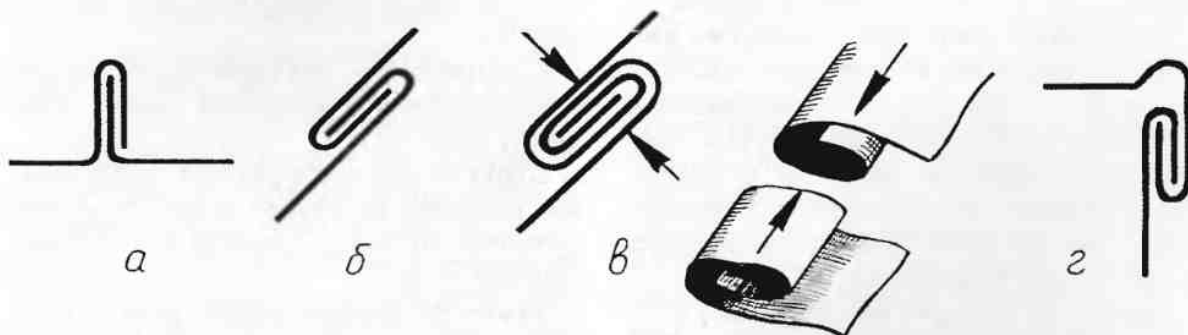

Рис. 594. Фальц: а — простой стоячий; б — простой лежащий; в — двойной лежащий; г — угловой
**Фальц** — 1) прямоугольная выборка на кромке доски или щита. Квадратный фальц со стороны, равной половине толщины доски, называется четвертью; 2) шов на месте соединения тонких металлических листов, полученный при их совместном загибании (рис. 594).